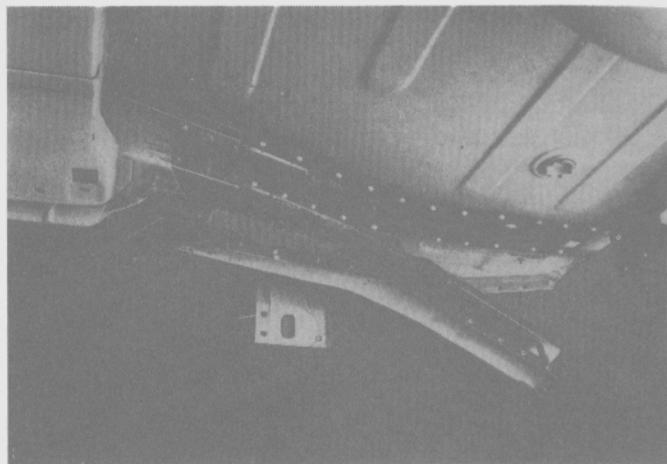

Fig. 315
- Separar la prolongación del larguero trasero del larguero (Fig. 315).
- Separar luego la prolongación del larguero trasero del panel del piso del baúl (Fig. 315).